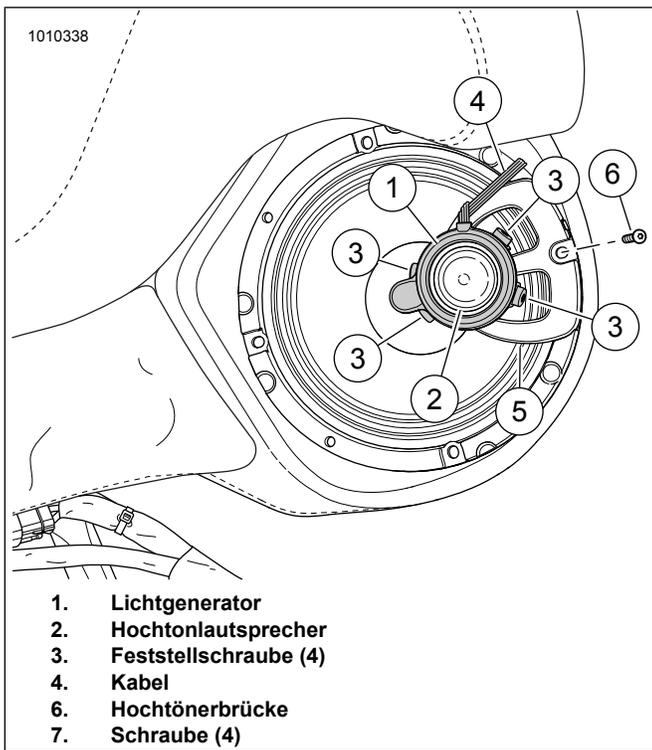

Abbildung 15. Lautsprecher, Hochtonlautsprecher, Hochtonerbrücke und LED-Beleuchtung
Siehe Abbildung 15. Den Lichtgenerator (1) wie dargestellt auf die Hochtönerbrücke (2) setzen. Lichtgenerator leicht andrücken.